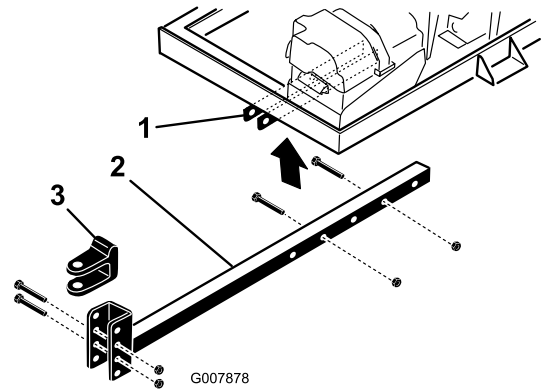

Figura 4
2. Introduzca la barra del enganche en los soportes del bastidor (Figura 4).
- Retire los pernos y las contratuercas que sujetan la horquilla de enganche (Figura 4) a la barra de enganche.
- Retire los pernos y tuercas que sujetan la barra de enganche a los soportes del bastidor (Figura 4).